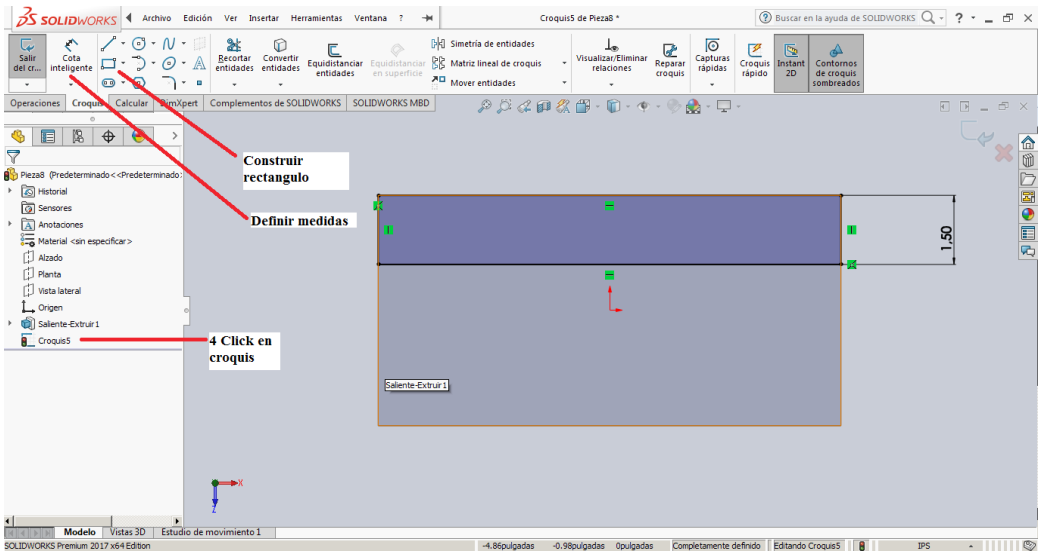

Figura 3-28
4. Con el sólido 3D definido se procese a seleccionar la cara superior para realizar un croquis sobre ella, se selecciona la herramienta **Rectángulo** y se realiza el procedimiento mostrado en la figura 3-28 en este caso las dos piezas que se han creado quedaran fusionadas.